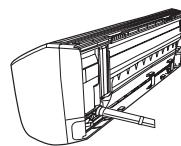

图7
(1) 当要把铜管从后面引出时, 将铜管、排水管和连接电缆一起用附件①胶带捆紧。(图7)